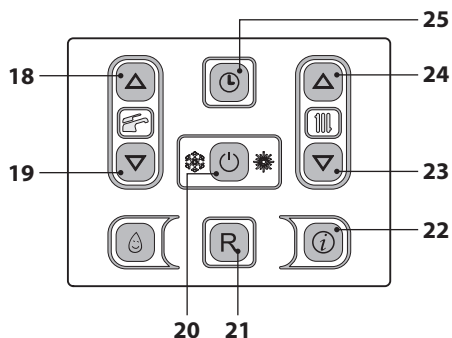
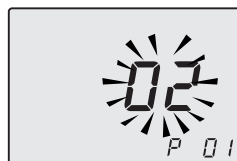

Figura 9.1
Figura 9.2
- Entrare in "modalità programmazione" premendo contemporaneamente per 10 secondi i tasti 20 - 23 - 24 (Figura 9.1) fino a far apparire sul display LCD le lettere **P01**, indicanti l'entrata nel "parametro 01" (Figura 9.2).
- Premendo il tasto 20 (Figura 9.1) si ottiene la conferma del valore inserito.